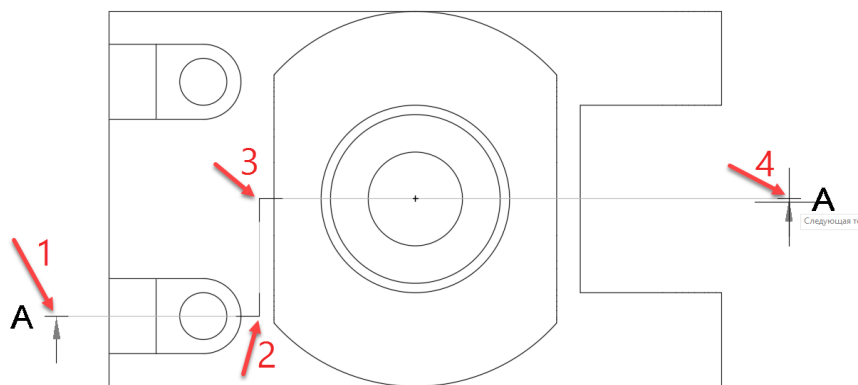

Рис. 4.24. Задание точек секущих плоскостей
*Укажите начальную точку или:* при помощи мыши и объектной привязки (середина, центр) укажите последовательно на виде сверху 4 точки, соответствующие следам секущих плоскостей, как на рис. 4.24.